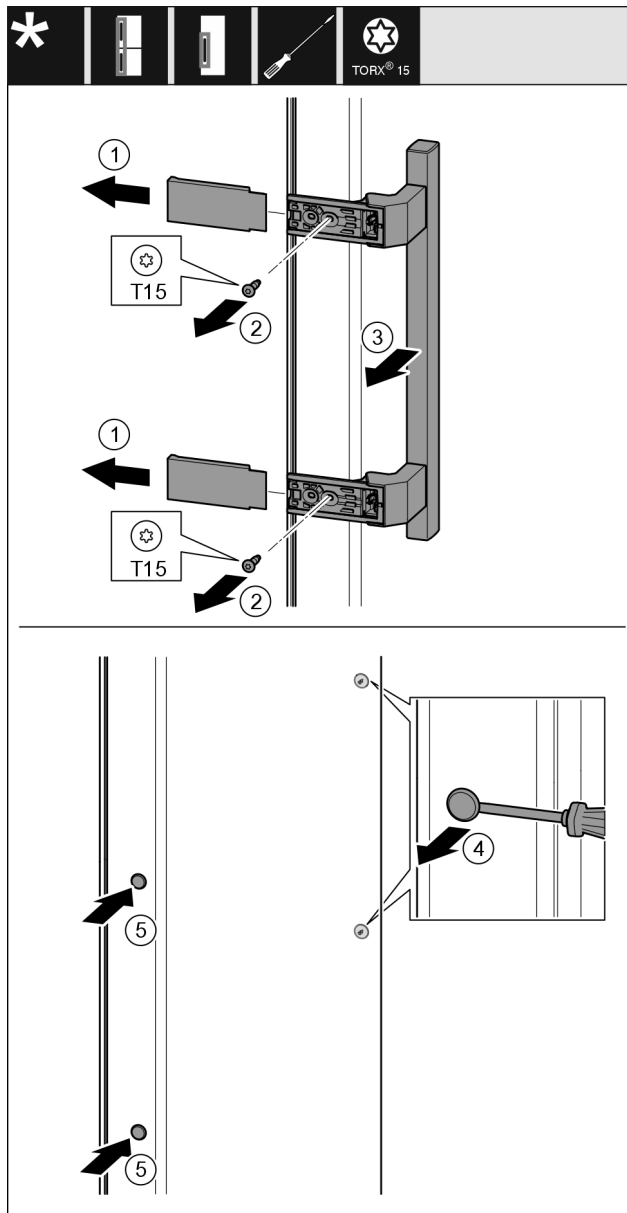

Fig. 19
- Stáhněte kryt Fig. 19 (1).
- Šroubovákem vyšroubujte šrouby Fig. 19 (2).
- Sejměte madlo Fig. 19 (3).
- Postranní zátku Fig. 19 (4) opatrně plochým šroubovákem nadzvedněte a vytáhněte.
- Zátku Fig. 19 (5) opět vložte na druhé straně.